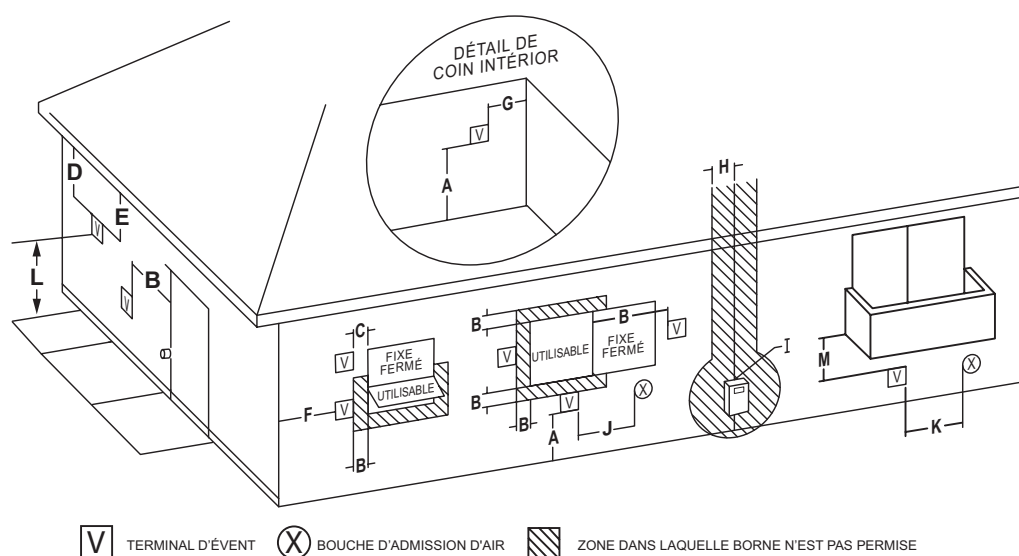
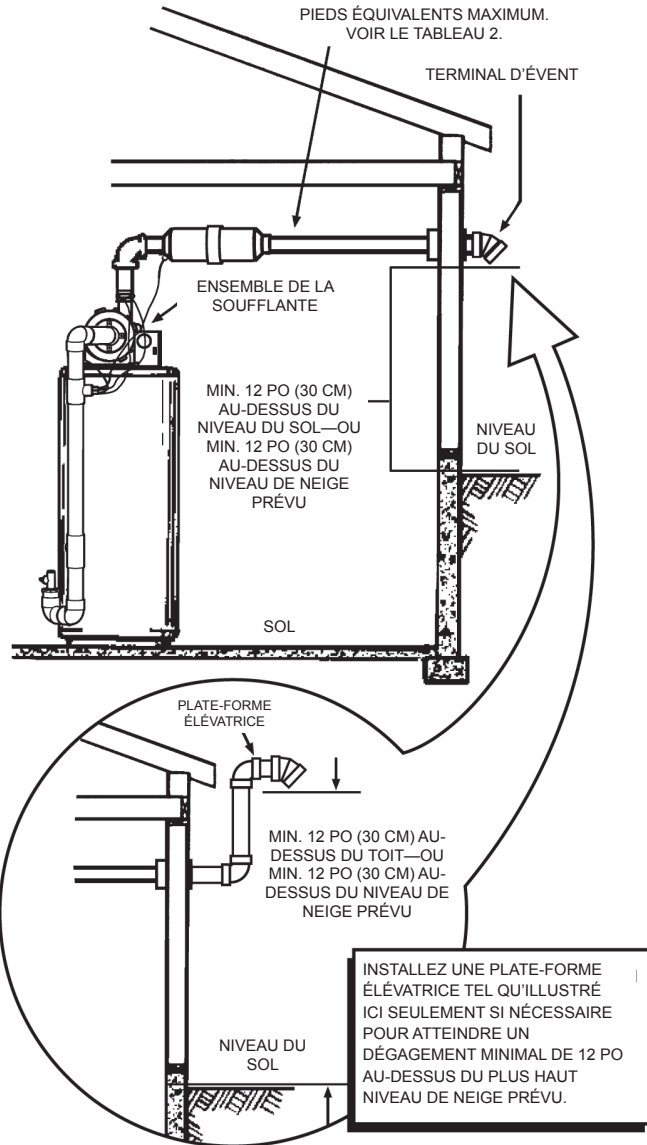

FIGURE 15.
FIGURE 20
La première étape est de déterminer où le tuyau de ventilation se terminera. Voir les Figures 15, 20 et 21. L'évent pourrait se terminer à travers une paroi latérale tel qu'illustré à la Figure 20 ou à travers le toit tel qu'illustré à la Figure 21.
Les instructions concernant l'installation appropriée à travers une paroi latérale sont fournis à la Figure 15.
S'il est nécessaire d'obtenir un dégagement minimal de 12 po (30 cm) au-dessus du plus haut niveau de neige prévu, installer une plate-forme élévatrice tel qu'illustré dans la portion du bas de la Figure 20.
1. La terminaison de ventilation doit être d'un minimum de 12 po (30 cm) au-dessus du toit ou 12 po (30 cm) au-dessus du niveau de neige prévu pour prévenir le blocage de la terminaison de ventilation, tel qu'illustré aux Figures 20 et 21.